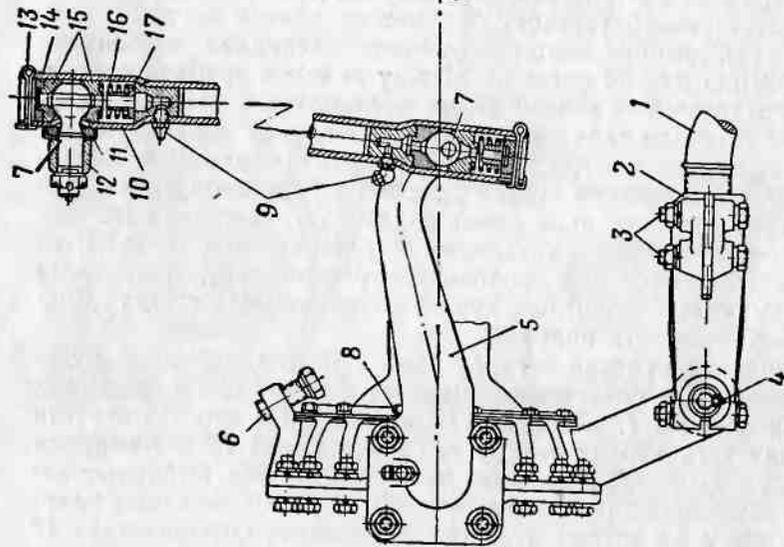

Рис. 128. Рулевой привод:
Продольная рулевая тяга 10 (рис. 128) соединяется с рулевой сошкой 12 и поворотным рычагом 5 при помощи вставных шаровых пальцев 7. Шаровые головки пальцев через отверстия на концах тяги входят внутрь нее и пружиной 16 зажимаются между сухарями 15. Пружины 16 автоматически выбирают зазор, возникающий при износе деталей, а также смягчают ударную нагрузку на детали рулевого механизма. Ограничители 17 ограничивают сжатие пружин 16 и предотвращают поломку их при сильных толчках, испытываемых передними колесами.
1. Расшплинтовать пробку 14 (рис. 128) одного из шарниров.
Максимальный угол поворота передних колес ограничивается упорными болтами 6 (рис. 128), ввернутыми в проушины чашек поворотных кулаков. Болты 6, упираясь при повороте колес в цилиндрическую часть шаровых опор поворотных кулаков, ограничивают угол поворота колес. Максимальный угол пово-